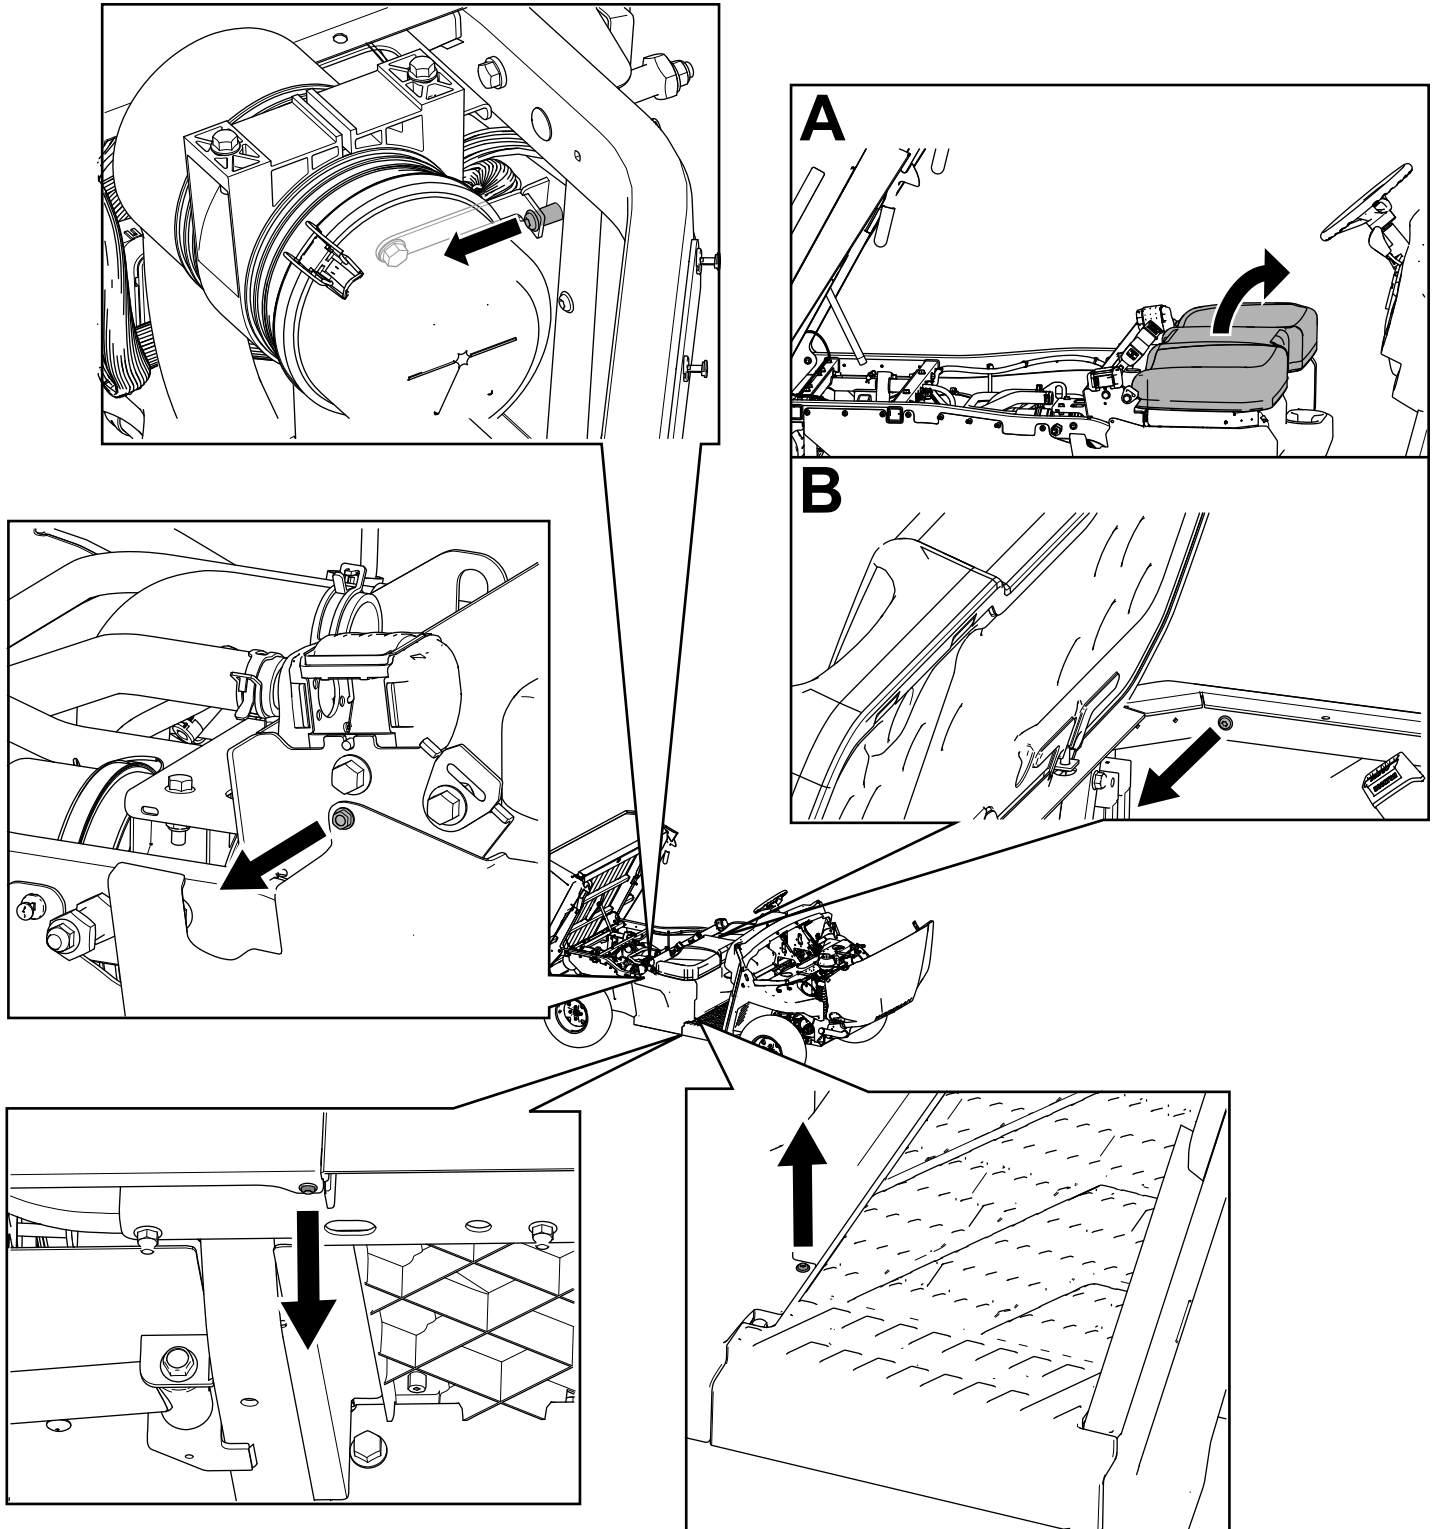

Bild 9
3. Entfernen Sie die Sechskant-Scheibenkopfschrauben ($\frac{1}{4}'' \times \frac{3}{4}''$) sowie die T30-Torx-Schrauben von der rechten und linken Sitzunterteilplatten (**Bild 9**).